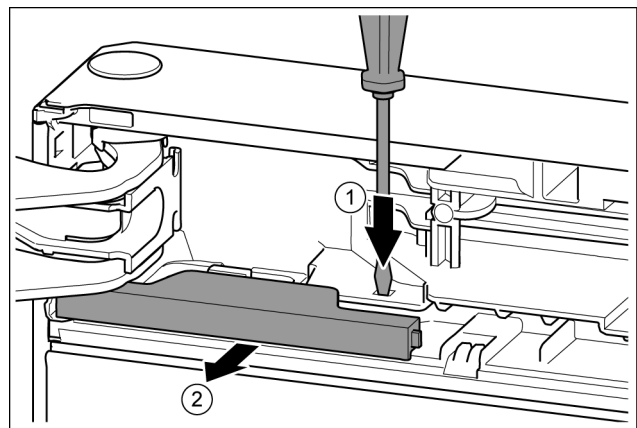

Fig. 12
- ▶ Con un cacciavite spingere la linguetta. Fig. 12 (1)
- ▶ Estrarre la copertura dal bloccaggio. Fig. 12 (2)